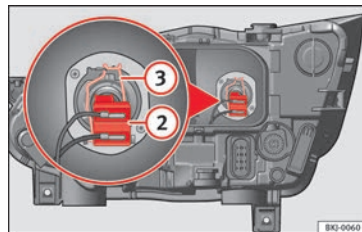

Fig. 115 En el vano motor: lámpara de luz de cruce.
» **fig. 115 2**.
- Desenganche el resorte del retentor » **fig. 115** ③ presionándolo hacia dentro y a la derecha.